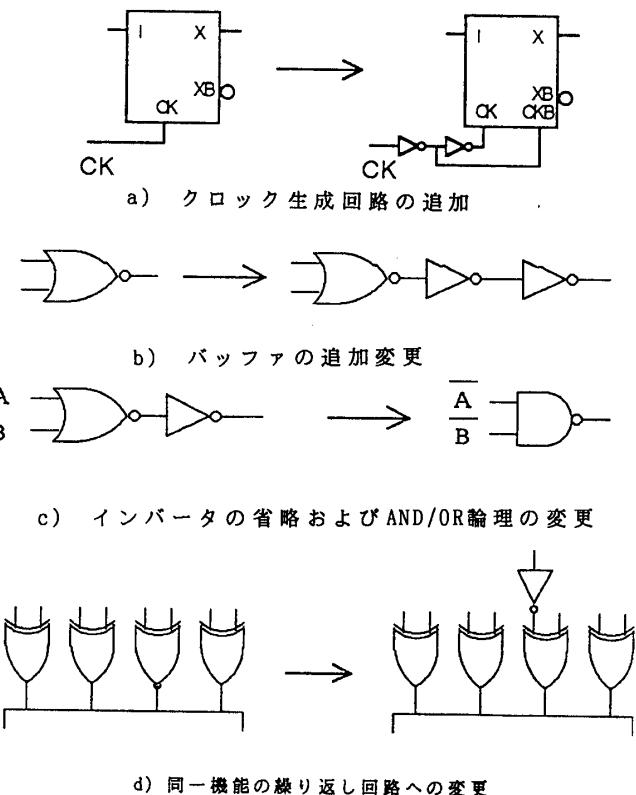

図1 論理回路図からLSI用回路図への変更
- 1) クロック信号を省略した場合のクロック生成回路の追加(図1-a)
- 2) 回路の駆動能力を上げ、LSIの動作を保証するためのバッファの追加(図1-b)
- 3) レイアウト設計上、反転信号がレイアウト的に近傍にある場合の反転信号を直接使用したインバータの省略およびAND/OR変換(図1-c)
- 4) レイアウトの繰り返し性を高めるための同一機能の繰り返し回路への変更(図1-d)